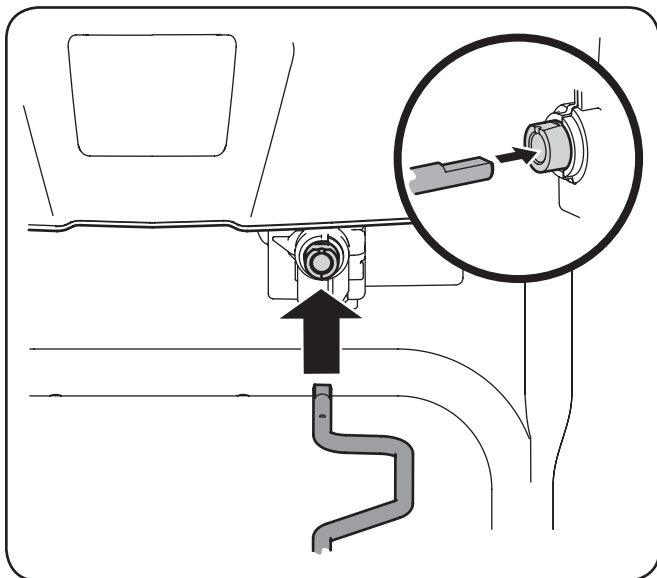

Figura 3-7
5. Inserte el otro extremo de la varilla de control del canal en el acoplador que se encuentra debajo del panel de la manija. Asegúrese de alinear el extremo plano de la varilla y el extremo plano del acoplador. Puede ser necesario girar la varilla hasta que se alineen estas dos superficies. Consulte el recuadro de la Figura 3-7.